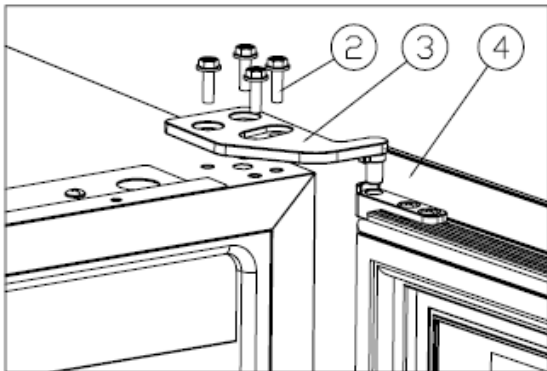

Abbildung 1
- ❖ Schrauben Sie die Schrauben M5*16 ② heraus, demontieren Sie das rechte obere Scharnier ③ und nehmen Sie die Tür ab [Abbildung 1].